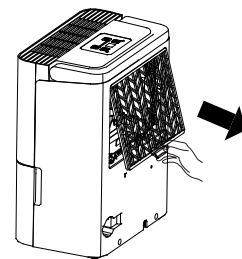

Fig. 10
- Grib fat i fanen på filteret og træk den opad, og træk den ud som vist på Fig. 10.